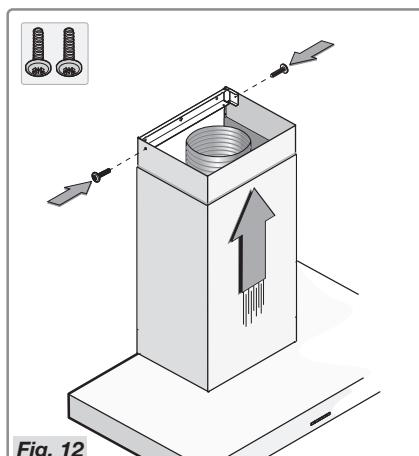

Fig. 12
- Plasser toppkanalen i bunnkanalen og sette dette på ovnshettens innfatning. Skyv toppkanalen mot braketten og fest den med de to skruene (Fig. 12).